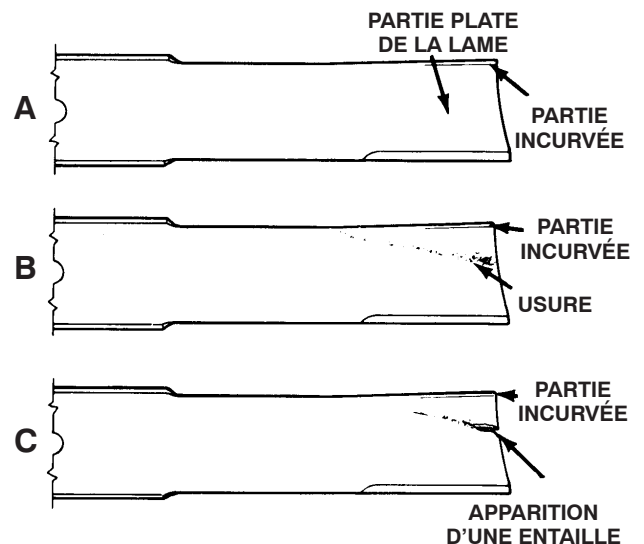

Figure 90
2. Examinez attentivement les tranchants de la lame, particulièrement au point de rencontre des parties plane et incurvée (Fig. 90-A). Le sable et les matières abrasives peuvent éroder le métal à cet endroit, c'est pourquoi il est important de contrôler l'état de la lame avant d'utiliser la tondeuse. Remplacez la lame si elle est usée (Fig. 90-B).
Si la lame est trop usée, une entaille se forme entre la partie incurvée et la partie plate (Fig. 90-C). La lame risque alors de se briser et un morceau peut être projeté du dessous de la machine, risquant ainsi de vous blesser gravement, vous ou une personne à proximité.